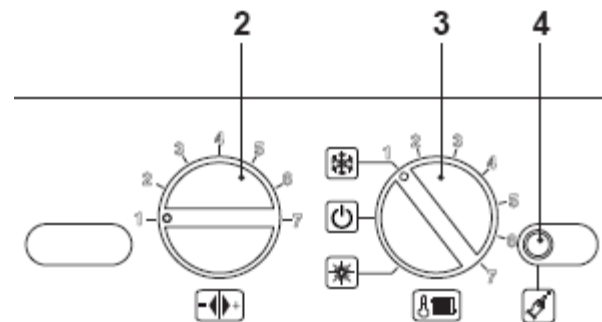

рис. 5.34
- Установите ручки 2 и 3 как указано на рис. 5.34.
- Для настройки коэффициента К, определённого рисунком 5.33, нужно войти в программирование, удерживая 15 секунд кнопку «сброс» 4, см. рис. 5.34 до появления параметра P01 на дисплее LCD; на дисплее LCD отобразится следующее (изображение P01 чередуется с ---).
- Нажимайте кнопку «сброс» 4 (см. рис. 5.34), для перехода к параметру P15 для настройки коэффициента K;
- Нажимайте кнопку «сброс» 4 (см. рис. 5.34), для перехода к параметру P13, отвечающего за